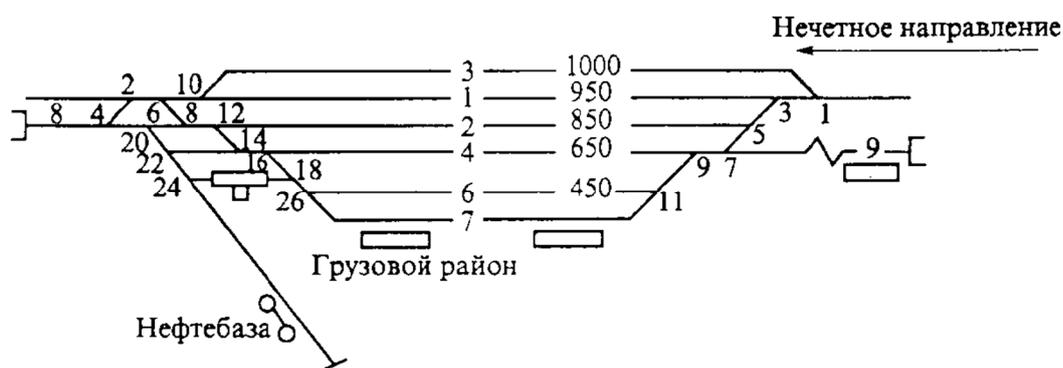

Рисунок 1 – Схема промежуточной станции
1. Схема промежуточной станции. (рис.1)